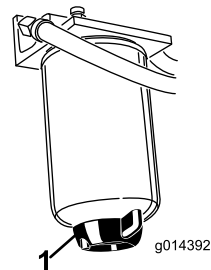

図 36
水セパレータ図 36の水抜きは毎日おこなって異物を除去してください。400運転時間ごとにフィルタのキャニスタを交換してください。
- フィルタ容器図 36下部のドレンプラグをゆるめて水や異物を流し出す。